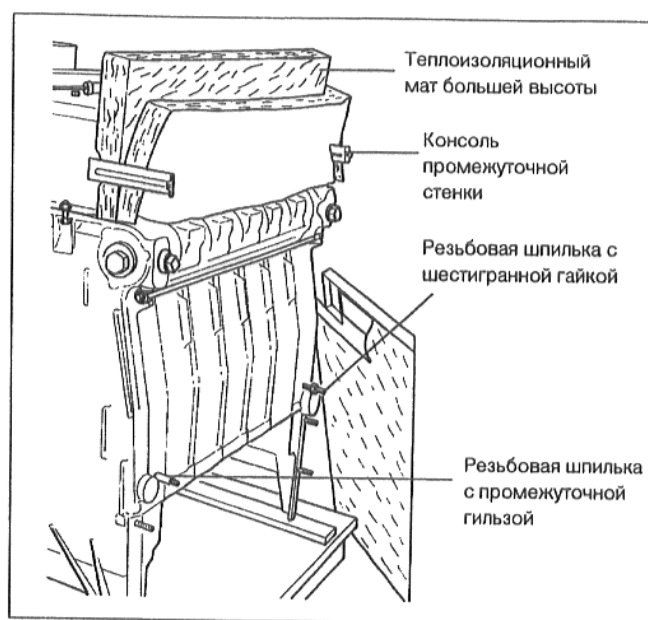

Рис. 18
- Уложить теплоизоляционный мат большей высоты тканевой стороной внутрь на коллектор отходящего газа, второй теплоизоляционный мат уложить вокруг первого тканевой стороной наружу. Вставить вырез в обоих теплоизоляционных матах в правую консоль промежуточной стенки (Рис. 18).
- Надеть на левую резьбовую шпильку с передней стороны котла промежуточную гильзу, на правую резьбовую шпильку навинтить шестигранную гайку (Рис. 18).